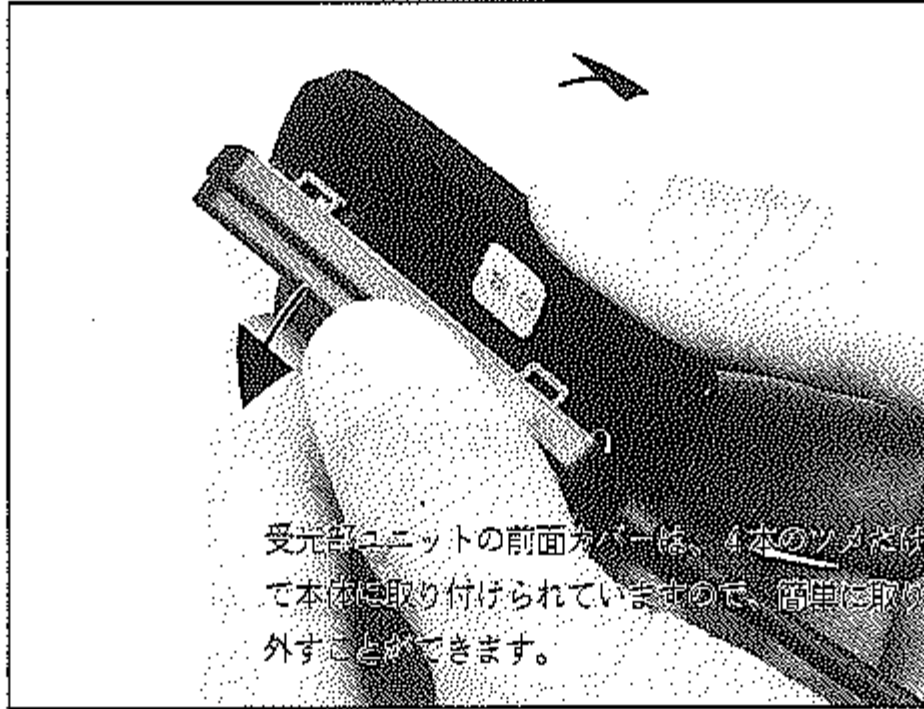

図 5
- (1) 図5を参考に、受光部ユニットの前面カバーを取り外します。